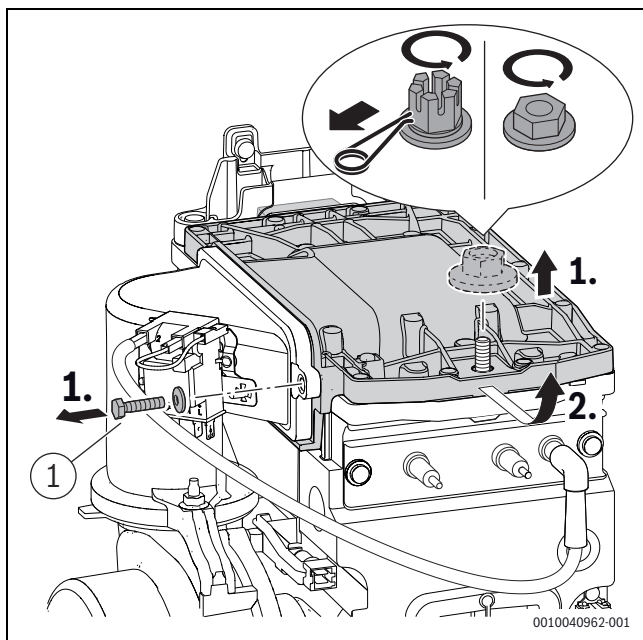

Bild 61 Brennerdeckel ausbauen
- Schraube ([1], Bild 61) am Brennerdeckel mit 5,5+0,5 Nm festziehen.